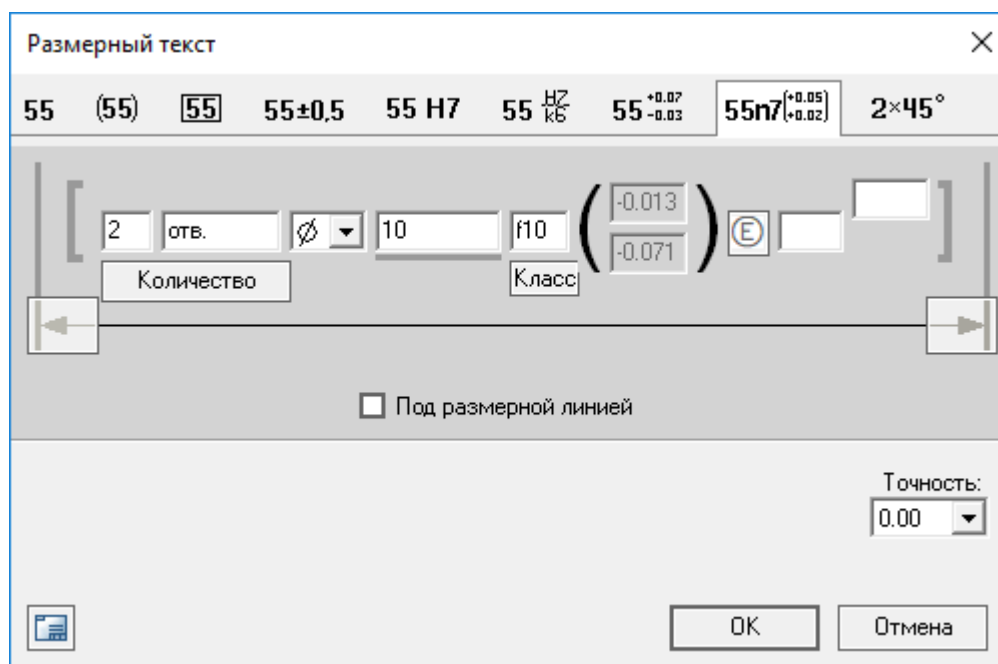

Рисунок 7-16
2. Вызвать команду **Cadmech-Изменить** (  ) из меню **Cadmech-оформление 2D** и указать на чертеже редактируемый размер (сделать его активным). Затем в появившемся диалоговом окне (Рисунок 7-16) определить его параметры.